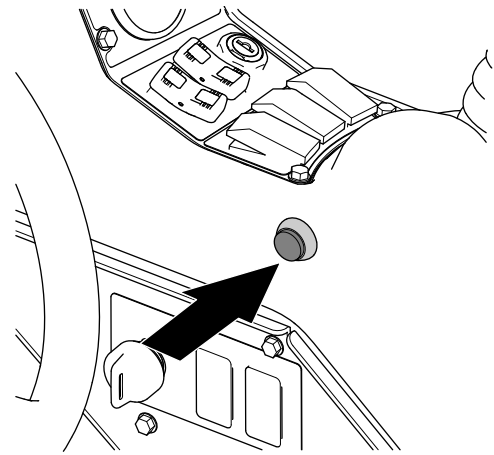

図 240
7. マシンのマスターブームスイッチをオンにセットする 図 240。